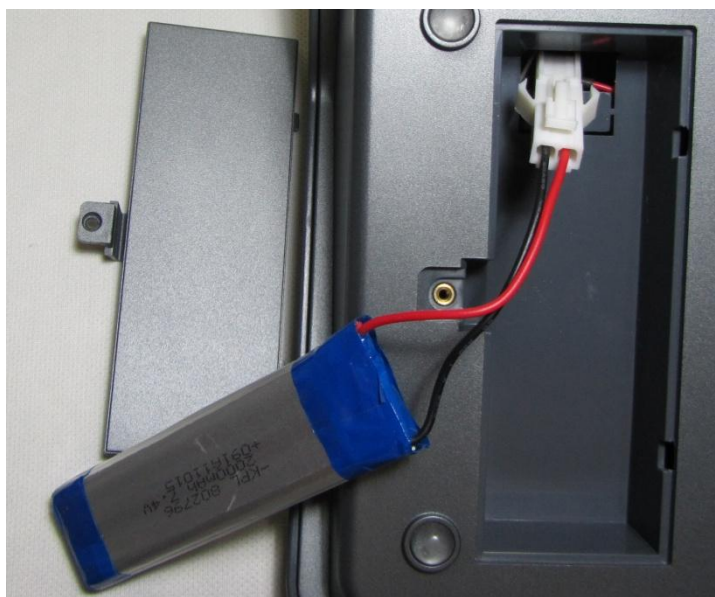

图 3-15
- 锂电池连接线轻轻从机器内部拉出来，如图 3-15 所示。